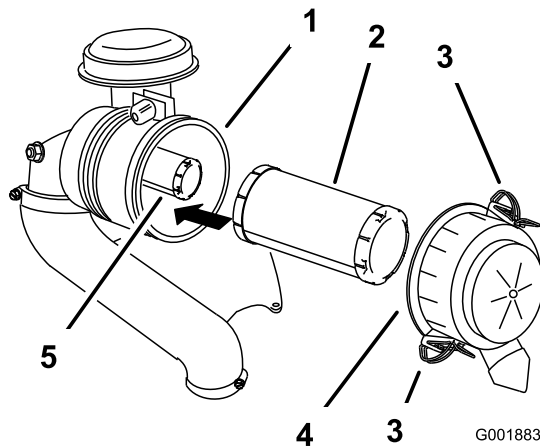

Figura 31
3. Abra los cierres del limpiador de aire y tire de la tapa de la entrada de aire para separarla de la carcasa del limpiador de aire (Figura 31).
5. Extraiga con cuidado el filtro primario de la carcasa del limpiador de aire (Figura 31).
- Si va a cambiar el filtro interno, deslícelo cuidadosamente en el cuerpo del filtro (Figura 31).
- Deslice cuidadosamente el filtro primario por encima del filtro interno (Figura 31).
- Instale la tapa del limpiador de aire y fije los cierres (Figura 31).